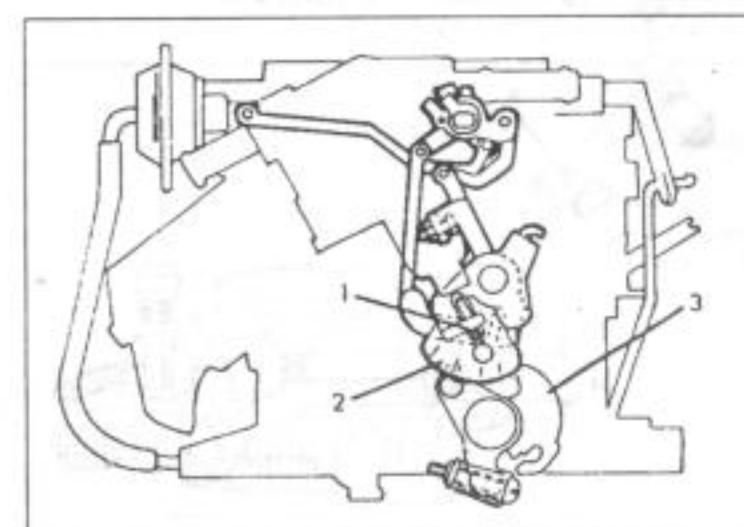

Рис. 135.
- У другого двигателя отрегулировать указанный на рис. 135 болт, чтобы исправить зазор.